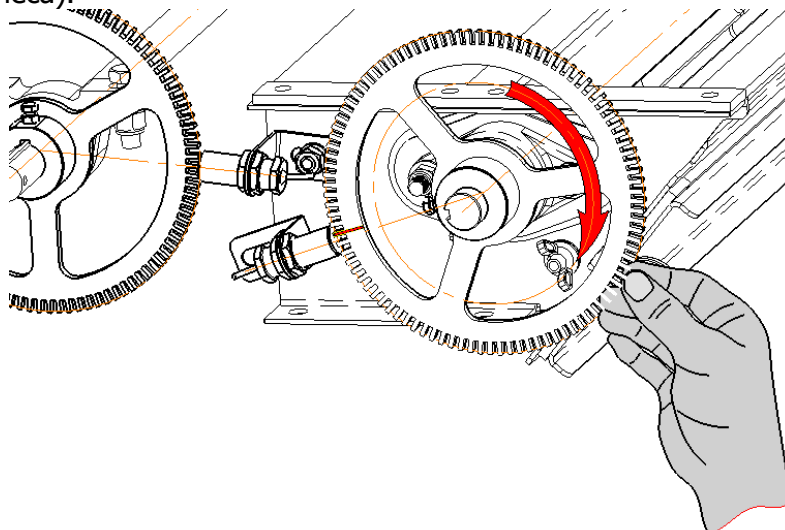

Рисунок 2. Вращение ходового колеса для подсчёта импульсов.
1.4.6. Произвести вращение ходового колеса вала высевающего аппарата по часовой стрелке (рисунок 2) для подсчета количества импульсов каждым датчиком. Вращение ходового